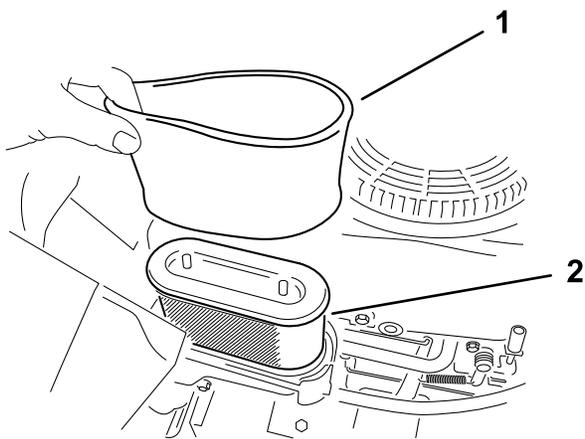

Figura 37
5. Rimuovete con cautela gli elementi del filtro in schiuma sintetica e di carta dal vano del filtro dell'aria (Figura 37).
Nota: Se è molto sporco, sostituite l'elemento di carta (Figura 37).
1. Installate il filtro di schiuma sul filtro di carta (Figura 37).